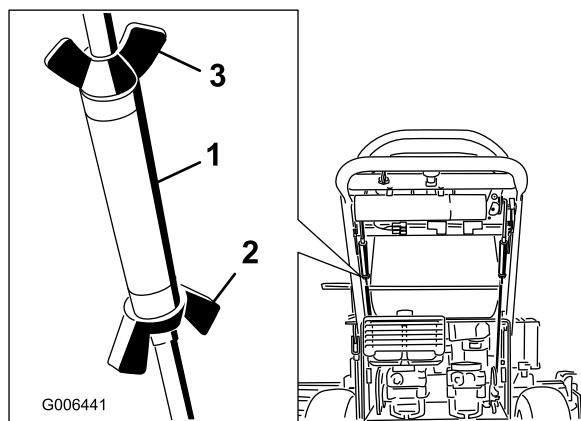

Figura 45
3. Fissate il tornichetto in posizione con i dadi ad alette (Figura 45).
5. Fissate il tornichetto in posizione con i dadi ad alette (Figura 45).